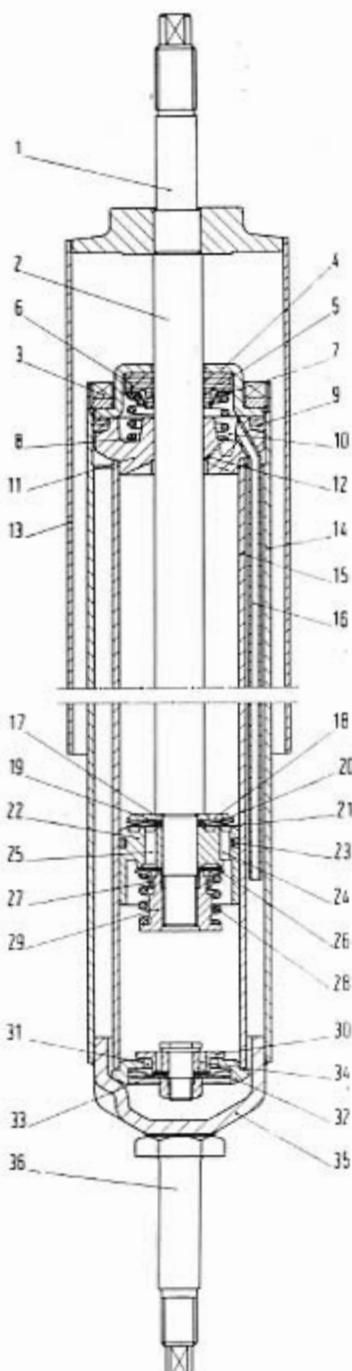

Fig. 261 - Coupe de l'amortisseur hydro-télescopique.
Chaque amortisseur est constitué par un corps cylindrique consistant en deux tubes coaxiaux 14 et 15 (fig. 261), dont celui intérieur porte les organes d'amortissement et celui extérieur forme enveloppe.
Ce dispositif est constitué d'un trou capillaire 12 (fig. 261) mettant le cylindre interne 15 en communication avec la chambre supérieure 10, et d'un petit tube 16 reliant la chambre susdite au réservoir d'huile.
- f) le tube de sortie des bulles d'air (16, figure 261) n'est pas obstrué; avoir soin de ne pas l'en-
g) le trou capillaire (12, fig. 261) n'est pas obstrué.